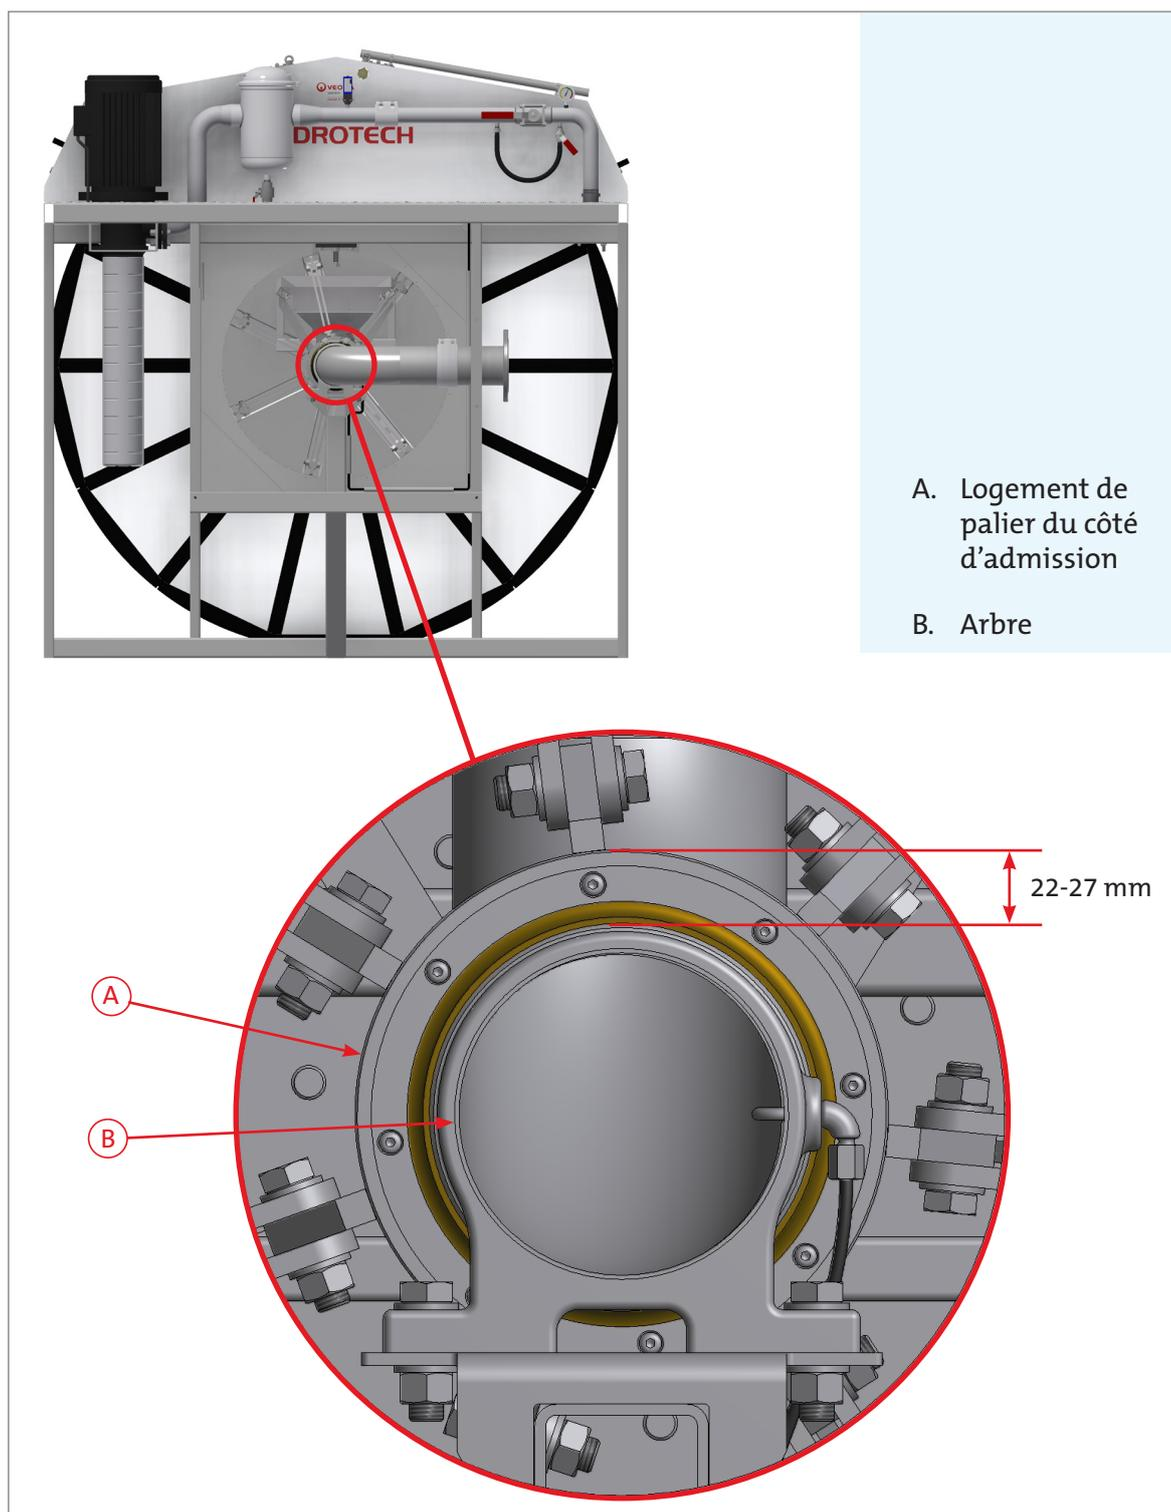

Figure 7.8 Carter de tambour sur le côté d'admission.
1. Tournez l'interrupteur principal sur le mode OFF (0) et verrouillez-le à l'aide d'un cadenas.
3. Contrôlez l'usure du palier du tambour. Si la distance entre le logement de palier (A) et l'arbre (B) est inférieure à 22 mm (voir la Figure 7.8), les paliers du tambour doivent être remplacés.